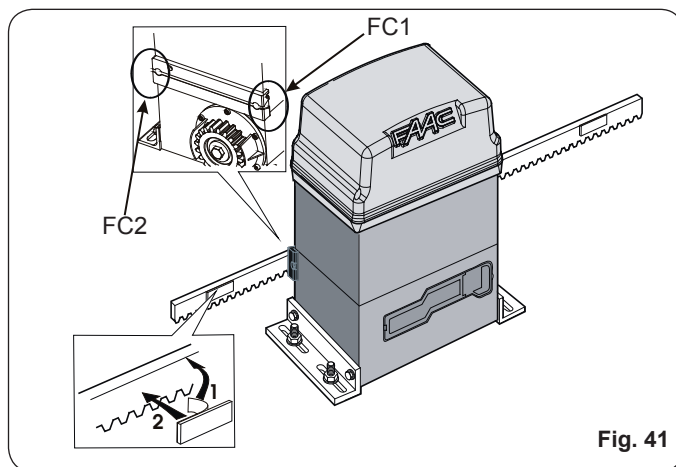
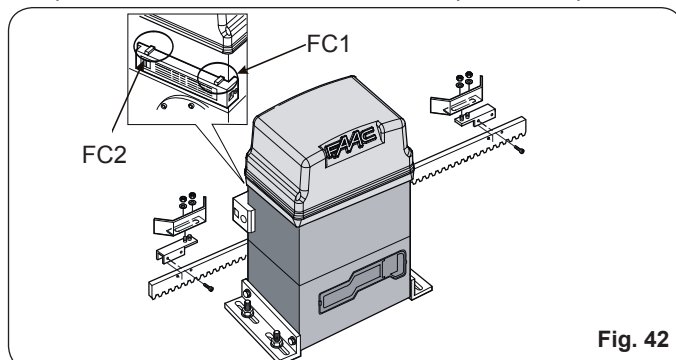

Fig. 41
Fig. 42
O operador 844 é provido de um sensor de fim de curso que, ao detectar a passagem de uma referência aplicada à cremalheira, comanda a parada do movimento do portão. O dispositivo pode ser do tipo MLS (fig. 41) ou indutivo (fig. 42).
10. Limpar a cremalheira nos pontos de aplicação, remover a película da parte adesiva dos ímãs (fig. 41 ref. 1) e posicioná-los com a banda adesiva em contato com a cremalheira (fig. 41 ref. 2).
1. Montar o fim de curso centralizando a placa metálica em relação aos pinos roscados do suporte (Fig. 42).